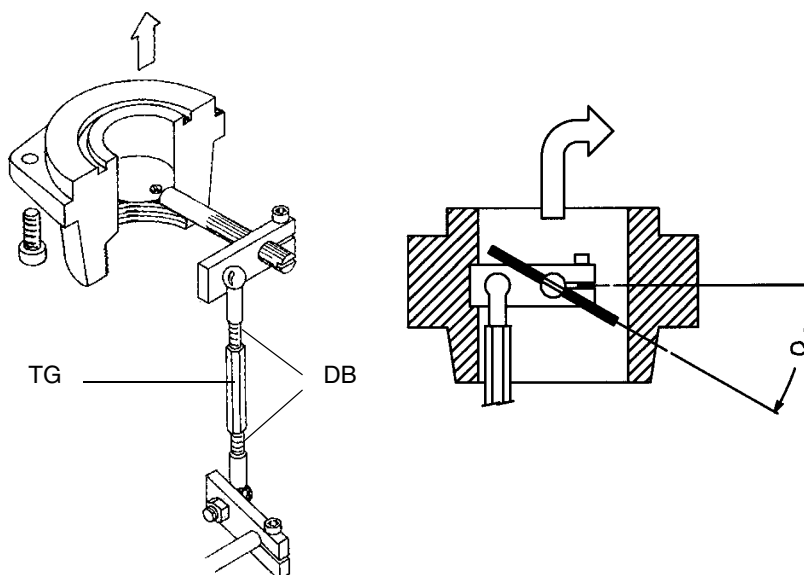

Рис. 20
- 9 Для изменения расхода газа расслабьте гайки DB (Рис. 20) и отрегулируйте угол открытия дроссельного клапана, поворачивая болт TG (вращение по часовой стрелке увеличивает расход газа, против часовой стрелки - уменьшает). Прорезь на торце оси дроссельного клапана показывает угол открытия по отношению к горизонтальной оси. (Рис. 20).